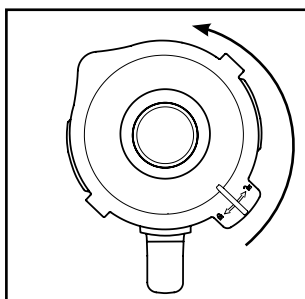

Fig.1
- 2) Remova a tampa **2**, rodando-a para a esquerda na direção da posição  (ver fig. 1), até a conseguir puxar para cima.